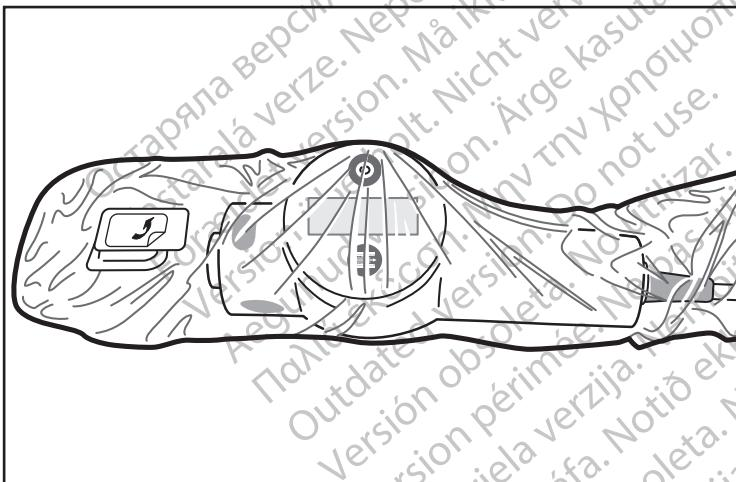

Figura 6. Bolsa colocada
7. Para colocar la bolsa, deje de introducir la unidad motora MDUS PLUS en la bolsa en cuanto obtenga un ajuste perfecto. El operador estéril no necesita desplazar la unidad motora MDUS PLUS hasta que alcance la placa frontal de la bolsa. Es normal que quede un espacio entre la punta de la unidad motora MDUS PLUS y la placa frontal de la bolsa (figura 6).